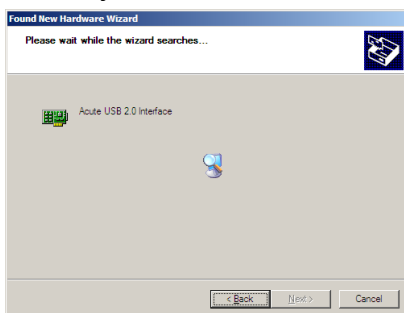

Figure 3
4. Windows будет искать подходящий драйвер DS-1000 (Figure 3); .